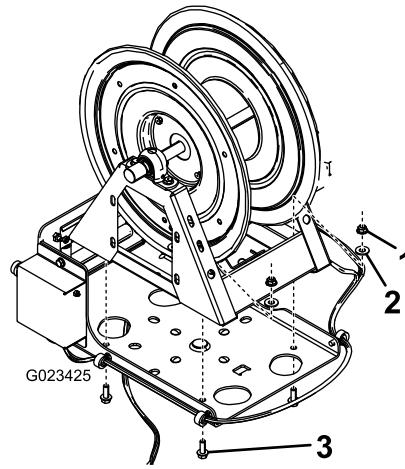

图 22
5. 如图 22 中所示使用 4 个螺栓 3/8 英寸 - 16 x 1 英寸、4 个垫圈 7/16 英寸和 4 个凸缘螺母 3/8 英寸 - 16 将软管卷固定到转盘上。